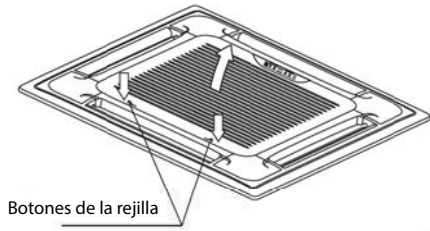

Fig. 5-9
(1) Retire la rejilla de entrada
- a. Deslice las clavijas de la rejilla hacia la mitad al mismo tiempo y a continuación retire hacia arriba. (fig.5-9)